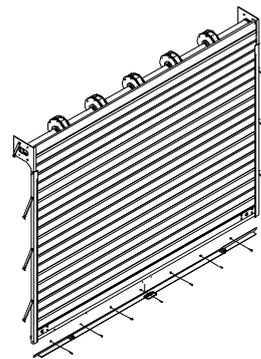

FIG. 10
4. assemblare la battuta inferiore, tramite i bulloni forniti, al telo ottenuto (FIG. 10).